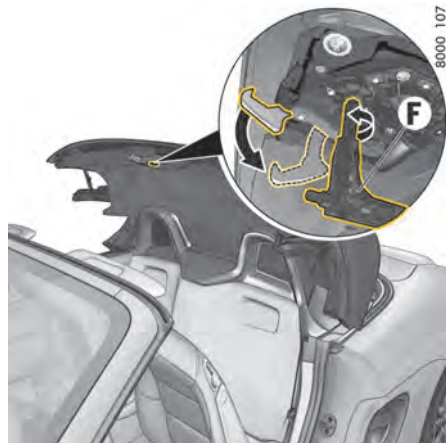

Fig 47 : Déploiement du crochet de verrouillage
- 3 Insérez la clé **F** dans le verrouillage de la capote (Fig. 47) et tournez en sens antihoraire jusqu'à ce que le crochet de verrouillage soit entièrement sorti (résistance perceptible à la rotation).